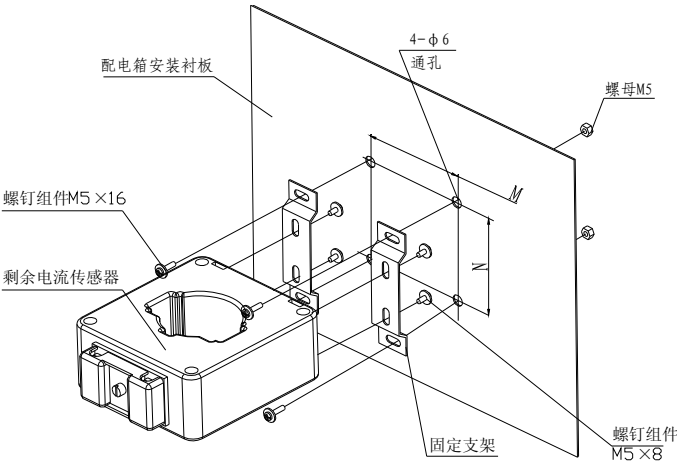
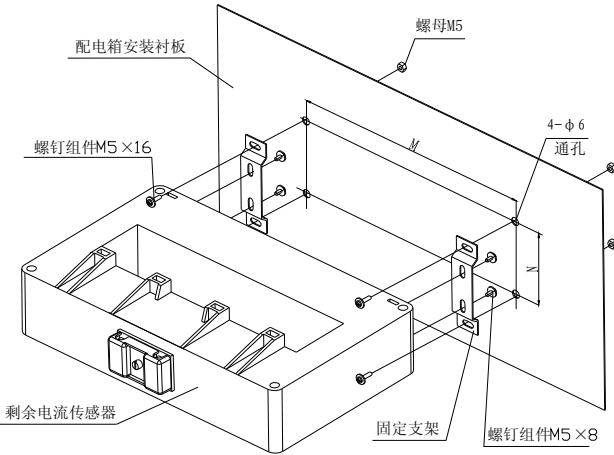
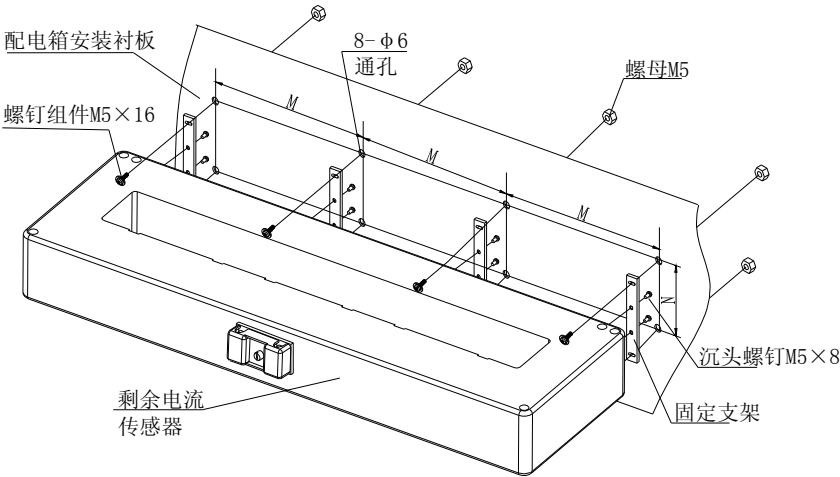
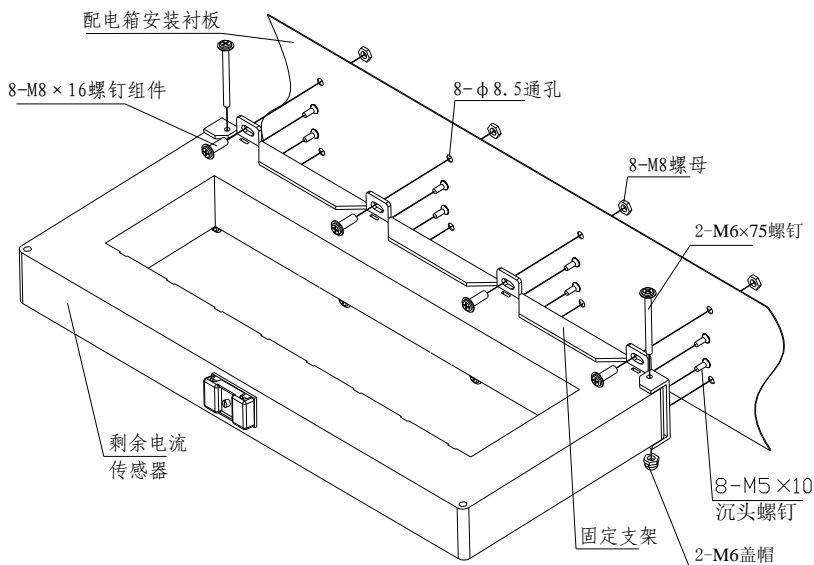

图 2.30 闭口圆孔型传感器安装过程分解图
图 2.31 闭口方孔型传感器安装过程分解图
图 2.32 闭口方孔型（DH-GSTN5600/40F）剩余电流传感器安装过程分解图
图 2.33 闭口方孔型 (DH-GSTN5600/50F) 传感器安装过程分解图
3.4.2 闭口圆孔型传感器安装过程分解图如图 2.30 所示，闭口方孔型传感器安装过程分解图如图 2.31、图 2.32 和图 2.33 所示，M、N 的值见表 2.9 所示。